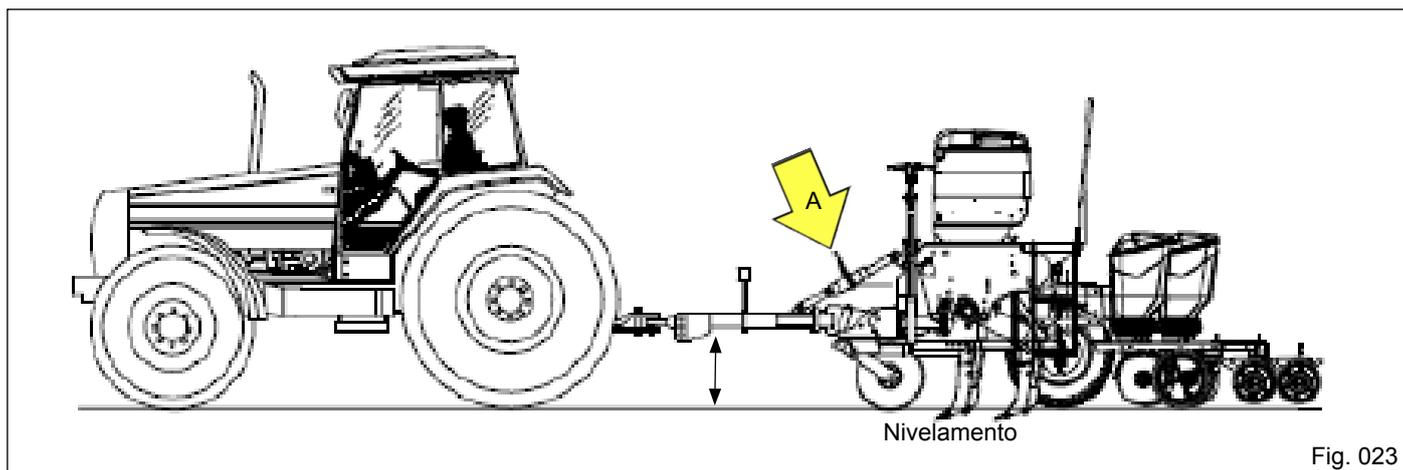

Fig. 023
b) Através do regulador do cabeçalho "A" movimente o extensor até que a lateral do chassi esteja alinhada em relação ao solo (Fig. 023). Quando estende o comprimento do regulador do cabeçalho, a plantadora tende a inclinar para traz, quando encurta o comprimento do regulador do cabeçalho, a plantadora tende a inclinar para frente.